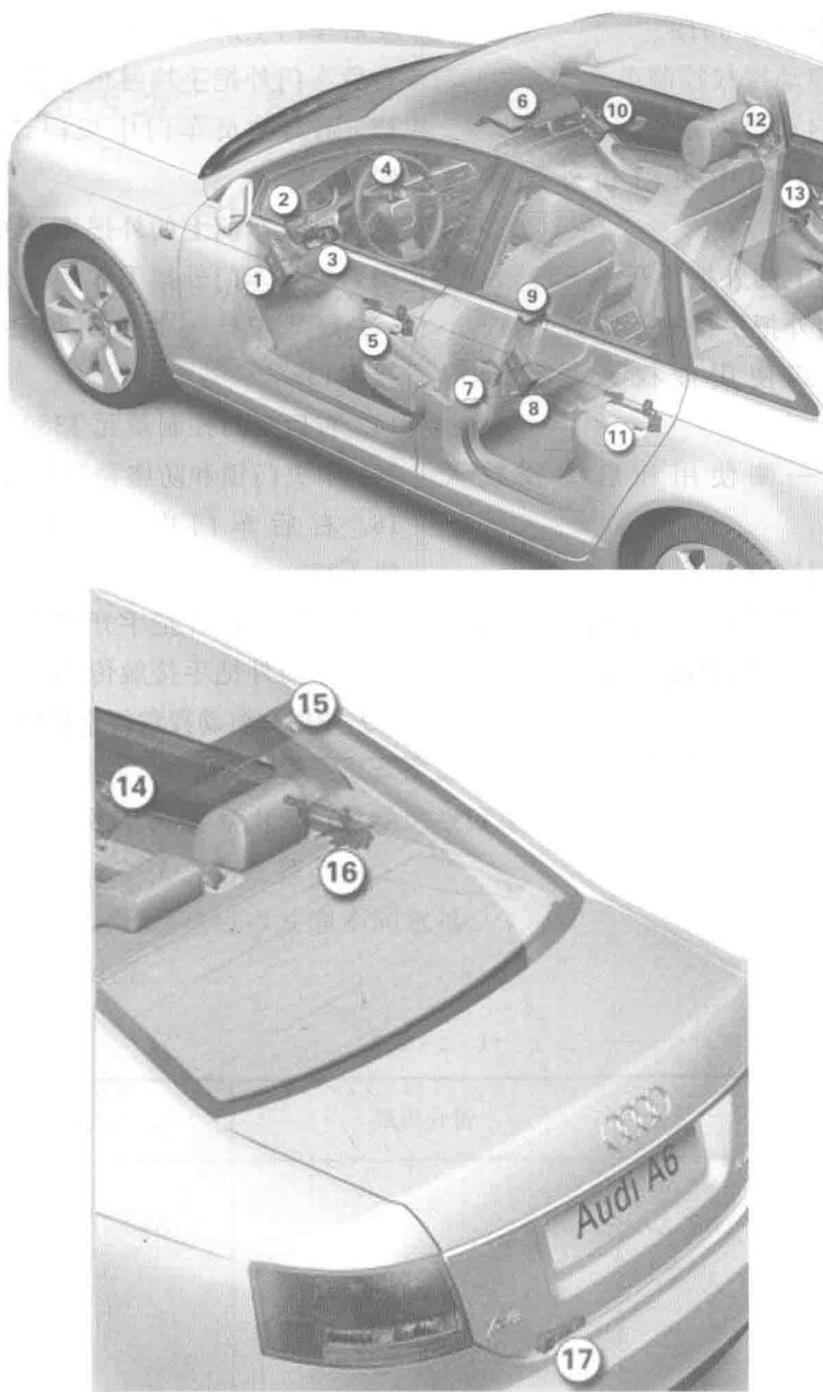

图 1-1-3
(3) 无钥匙进入及启动系统元件位置。(如图 1-1-3 所示)